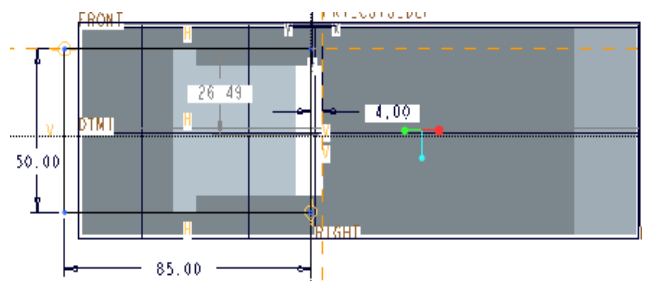

図 4-37 鉋のカッターをスケッチ
- なお、長方形のスケッチは垂直な中心線から描き始め、水平な中心線を対称軸とした、長さ **85mm**、幅 **50mm** の長方形となる。作成した部品の寸法図を図 4-37 に示す。